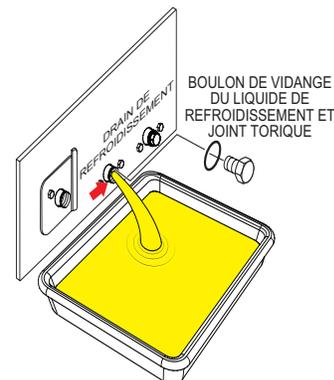

Figure 80. Vidange du liquide de refroidissement du radiateur
2. Retirer le boulon de vidange du liquide de refroidissement et le joint torique (Figure 80), puis laissez le liquide de refroidissement s'écouler dans un récipient approprié.
2. Retirer le boulon de vidange du liquide de refroidissement et le joint torique (Figure 80), puis laissez le liquide de refroidissement s'écouler dans un récipient approprié